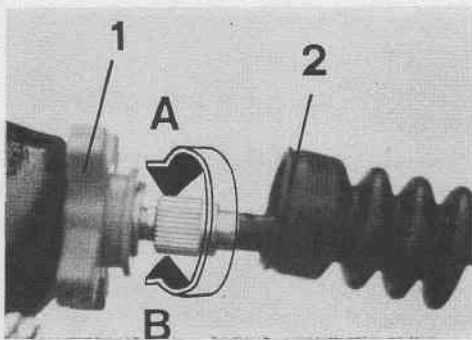

Fig. 15 - Levier embrayage
- débloquer le contre-écrou 1 et visser ou dévisser le régleur 2. En tournant le régleur dans le sens A indiqué en Fig. 15, on augmentera la garde du levier; dans le sens B indiqué en Fig. 15 on diminuera la garde du levier.